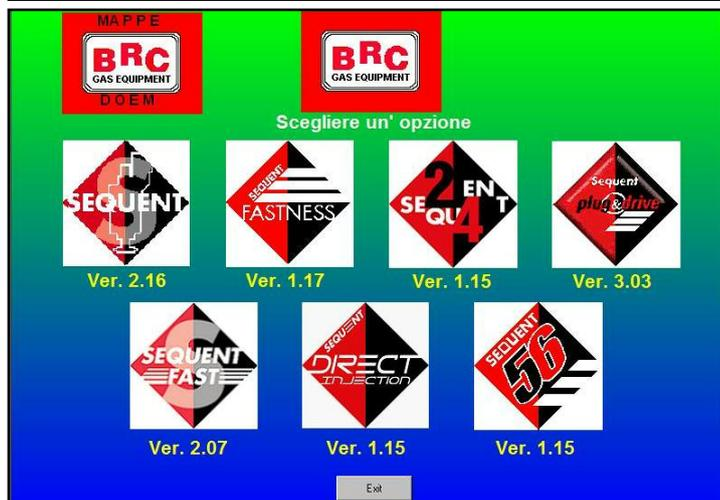

fig. 2-3
6. Nella schermata di fig. 2-3 premere sul pulsante col simbolo SEQUENT PLUG & DRIVE.